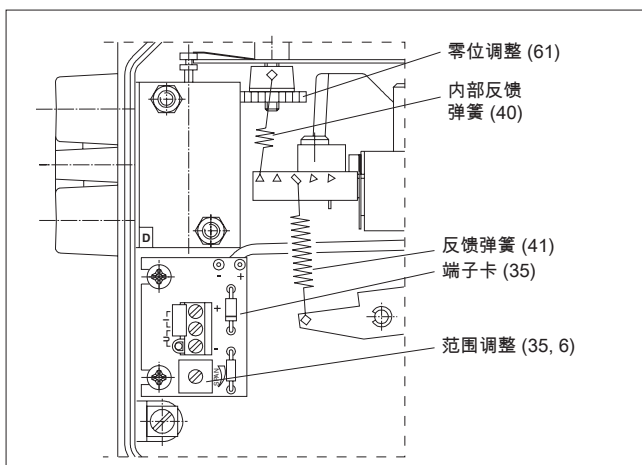
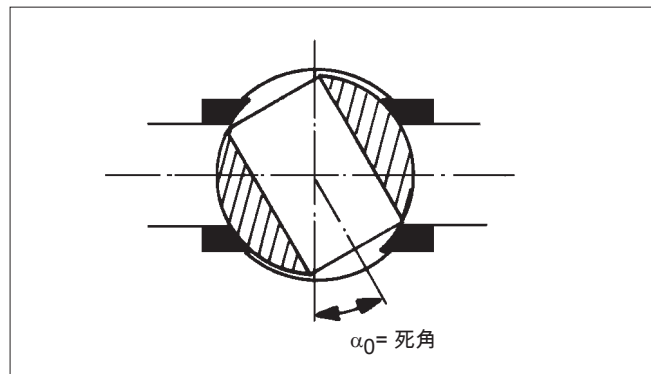

图 12. 零位和范围调整
图 13. 零位和范围调整
1. 打开气源压力 (S) 和输入信号 (+/-)。注意极性是否正确。
2. 将输入信号设置为阀门的关闭极限，使其比极限值高或低 2%，即比极限值高或低 0.3 mA，例如 $4 + 0.3 = 4.3$ mA 或 $20 - 0.3 = 19.7$ mA。用螺丝刀或手指转动零位调节螺母 (61)，使执行机构缓慢达到闭合极限。阀门应稍微打开，信号变化为 4%，即 0.6 mA，例如 $4 + 0.6 = 4.6$ mA 或 $20 - 0.6 = 19.4$ mA。参见图 12 和图 13。
5. 将指示器 (32) 拧到位，使黄线朝向阀门关闭构件的方向。拧紧螺钉 (57)。
- 将输入信号设置为阀门的关闭极限, 使其比极限值高或低 2%, 即比极限值高或低 0.3 mA, (例如 $4 + 0.3 = 4.3$ mA 或 $20 - 0.3 = 19.7$ mA)。用螺丝刀或手指转动零位调节螺母 (61), 使执行机构缓慢达到闭合极限。阀门应稍微打开, 信号变化为 4%, 即 0.6 mA, (例如 $4 + 0.6 = 4.6$ mA 或 $20 - 0.6 = 19.4$ mA)。参见图 13。
- 将指示器 (32) 拧到位, 使黄线朝向阀门关闭构件的方向。拧紧螺钉 (57)。
检查 O 型圈 (43 和 47) 和垫圈 (45) 的状况。平衡梁上的叶片弹簧末端必须位于先导阀阀芯顶部 (图 13)。确保平衡梁 (5) 的末端进入阀芯凹槽中, 且没有侧向偏转。拧紧螺母 (49) 后, 再次用手检查平衡梁, 看看先导阀是否可以正常移动。